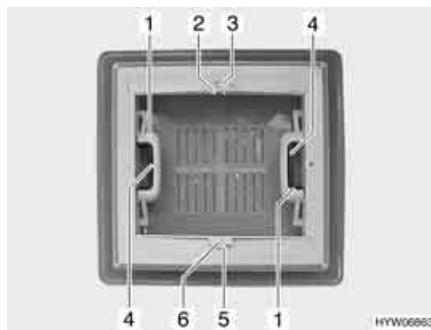

Fig. 64 Oblò a scatto
**Apertura:** ■ Premere la chiusura a scatto (Fig. 64,4) verso l'interno dell'oblò. Premere contemporaneamente verso l'alto l'oblò con la maniglia (Fig. 64,1).
**Chiusura:** ■ Tirare con forza verso il basso le due maniglie (Fig. 64,1) dell'oblò, fino a quando non scattano entrambe le chiusure.
**Chiusura:** ■ Premere l'arresto (Fig. 64,5) verso il lato esterno dell'oblò.
■ Tirare l'oscurante a rullo per la maniglia (Fig. 64,6) fino alla maniglia contrapposta della zanzariera a rullo (Fig. 64,2) e farla innestare.
**Apertura:** ■ Serrare la maniglia (Fig. 64,2). L'arresto si sblocca.
■ Ricondurre lentamente l'oscurante a rullo accompagnandolo con la maniglia (Fig. 64,6).
**Chiusura:** ■ Premere l'arresto (Fig. 64,3) verso il lato esterno dell'oblò.
■ Tirare la zanzariera a rullo per la maniglia (Fig. 64,2) fino alla maniglia contrapposta dell'oscurante a rullo (Fig. 64,6) e farla innestare.
■ Ricondurre lentamente la zanzariera a rullo accompagnandola con la maniglia (Fig. 64,2).